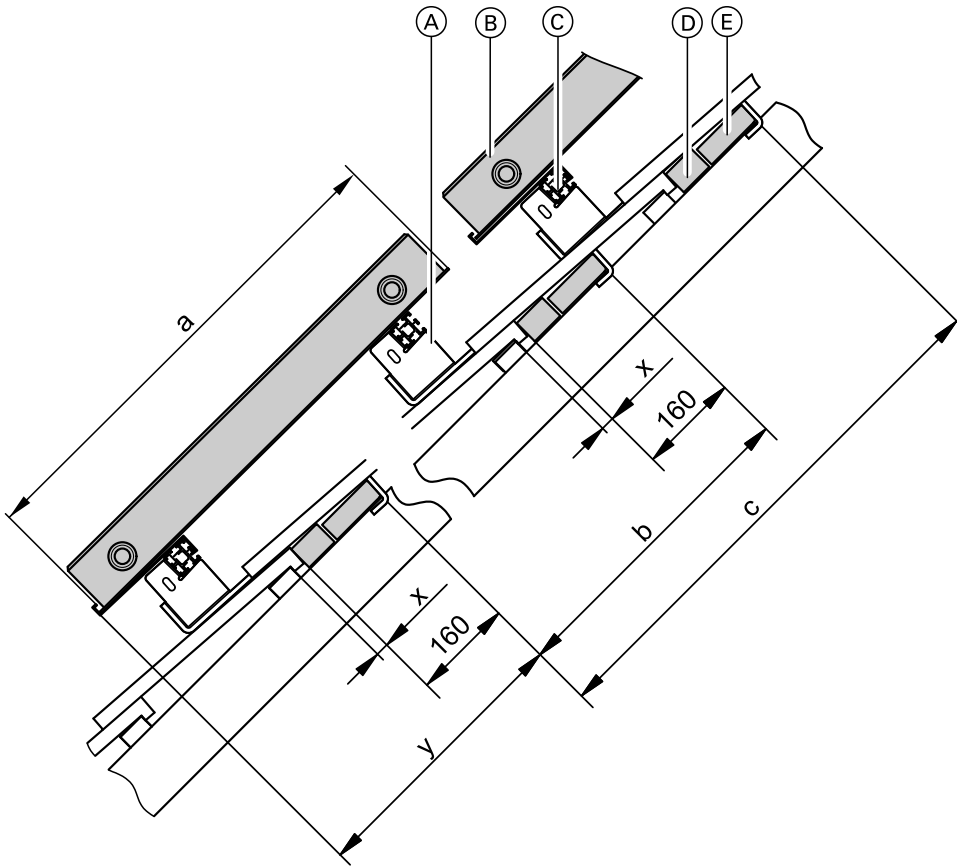

Abb. 6
1. Dachpfannen entsprechend den Maßen in Abb. 6 auf Seite 11 hochschieben.
2. Montageholz an Kopfseite der freigelegten Ziegelreihen auf Dachsparren schrauben. Maße siehe Abbildung 6.